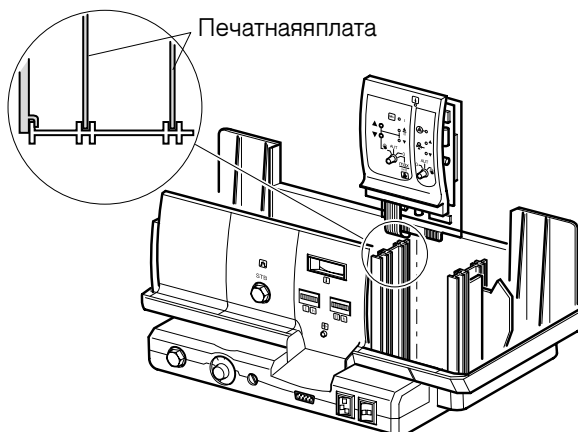

Рис. 3 Установка модуля
- Выньте заглушки, вставьте модуль сверху направляющие и задвиньте модуль в гнездо разъема (рис.3).